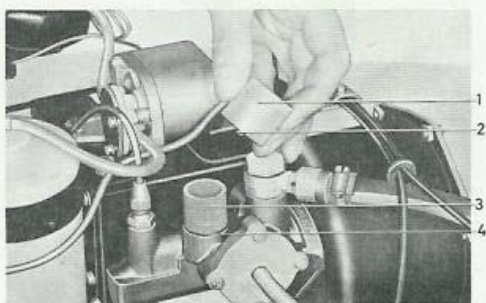

Bild 87. Byte av filterinsats
Insatsen är åtkomlig sedan dess kåpa demonterats. I tidigare utförande av filter kan detta ske sedan bygeln förts åt sidan och i senare utförande (bild 87) skruvas fästskruven ur. Vid byte rengörs kåpan men insatsen skall alltid bytas mot ny. Dra fästskruven (2) med ett moment av 0,3–0,4 kpm (2–3 ftlb.)